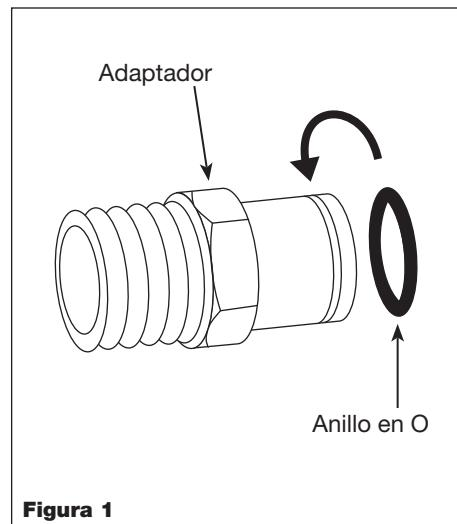

Figura 1
- Instale el anillo en O en la ranura del adaptador (Vea la Figura 1).